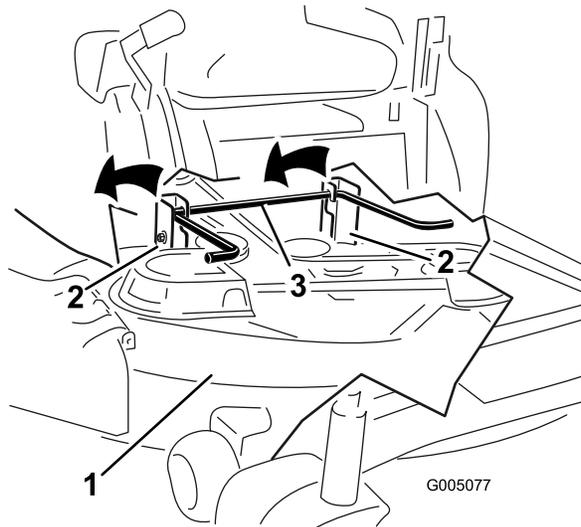

Figura 57
6. Eleve la carcasa de corte y separe ésta y las pletinas de suspensión de la varilla de elevación trasera; luego baje el cortacésped con cuidado al suelo (Figura 57).
5. Eleve la parte trasera de la carcasa de corte y coloque los soportes sobre la varilla de elevación trasera (Figura 57).